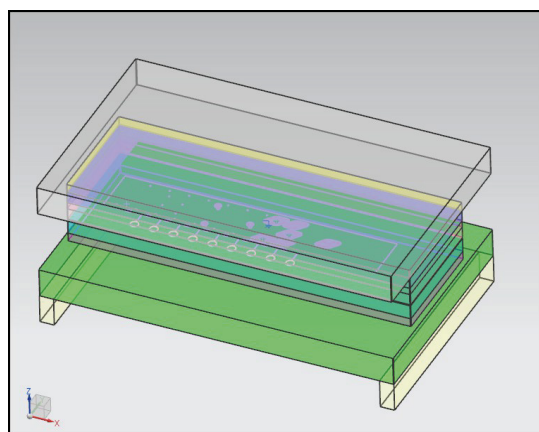

Рис. 7.22. Изменение расположения пакета штампа вдоль полосы
5. Рабочий инструмент смещен к левой стороне штампа. Измените положение штампа вдоль полосы. В разделе **Создать пакет штампа** в строке ввода **Расстояние до ребра пакета штампа** задайте величину  $-70$  и нажмите **ОК**. Штамп будет сдвинут (рис. 7.22).